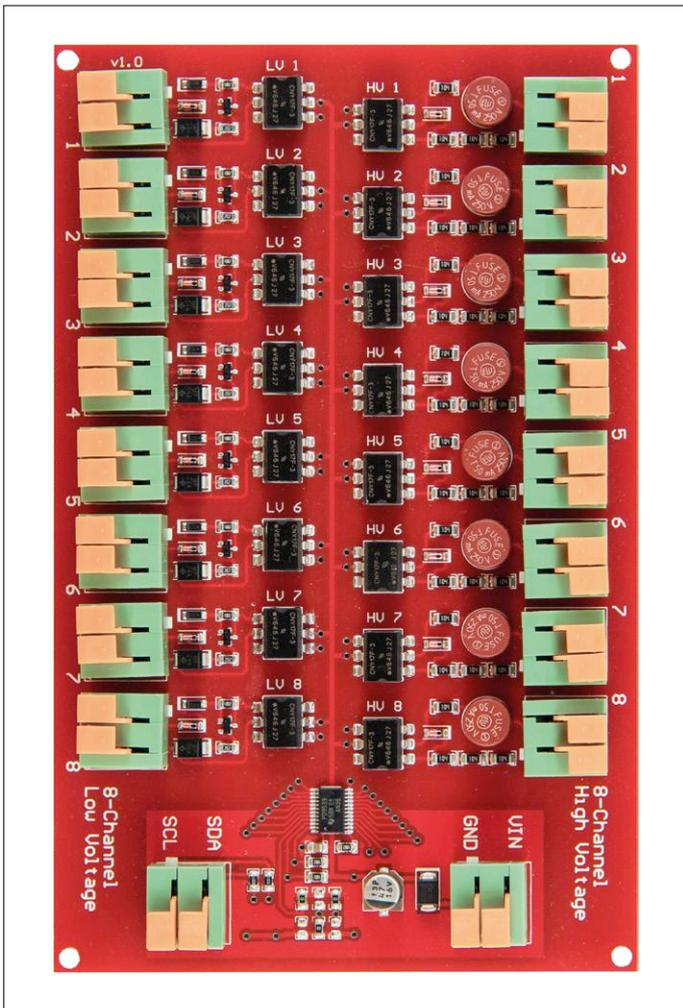

Figure 7. La carte numérique au format européen.
Sur la carte numérique (figure 7), il n'y a qu'une seule puce d'extension à quatre adresses. Les huit entrées pour la tension du secteur (HU) sont à droite sur la photo, les huit pour la basse tension (LU) sont à gauche. Toutes les distances nécessaires entre composants et pistes respectent les prescriptions de sécurité. Les canaux sont reliés à la puce d'extension d'E/S en bas de la carte sur la photo, à côté des résistances R14